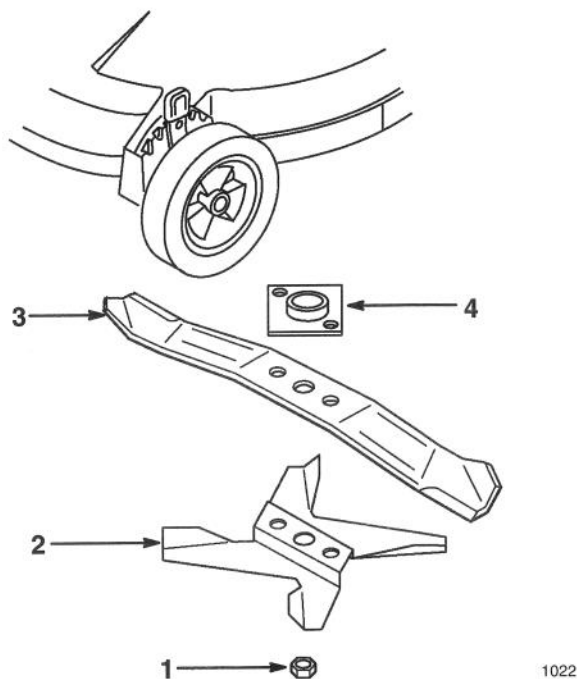

Figure 25
1. Retirer l'écrou de lame et l'hélice de paillage (Fig. 25).
2. Séparer la lame de sa plaque d'entraînement (Fig. 25).
1. Installer la plaque d'entraînement sur le vilebrequin (si elle a été retirée) (Fig. 25).